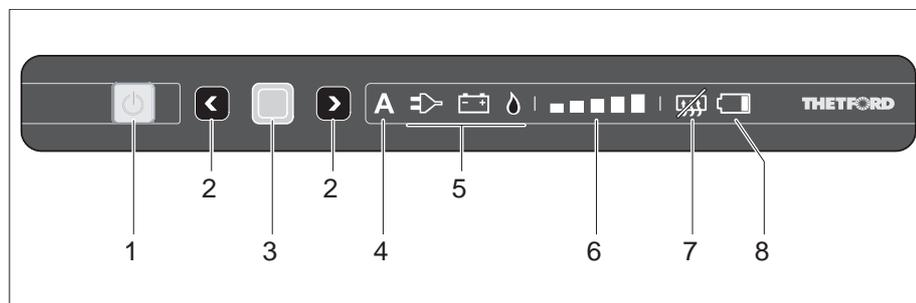

Bild 241 Bedien- und Anzeigeelemente für den Kühlschrank (Thetford ohne SES)
- Den Taster (Bild 241,1) drücken. Der Taster leuchtet grün auf. Taster erneut drücken, um die aktuellen Einstellungen anzuzeigen.
- Den Taster (Bild 241,1) drücken und halten. Alle Lampen erlöschen.
Ist der Automatikbetrieb angewählt, leuchtet im Bedienfeld die Automatikbetriebs-Anzeige (Bild 241,4) und die beste verfügbare Quelle (Bild 241,5).
- Bestätigungstaste (Bild 241,3) drücken und halten. Die Betriebsarten-Symbole (Bild 241,5) beginnen zu blinken.
- Mit den Auswahltasten (Bild 241,2) den Gasbetrieb auswählen und mit der Bestätigungstaste (Bild 241,3) Auswahl übernehmen.
- Mit den Auswahltasten (Bild 241,2) den 230-V-Betrieb auswählen und mit der Bestätigungstaste (Bild 241,3) Auswahl übernehmen.
- Mit den Auswahltasten (Bild 241,2) den 12-V-Betrieb auswählen und mit der Bestätigungstaste (Bild 241,3) Auswahl übernehmen.
- Bestätigungstaste (Bild 241,3) drücken und halten.
Die Betriebsarten-Symbole (Bild 241,5) beginnen zu blinken.
- Bestätigungstaste (Bild 241,3) erneut drücken.
Die Kühlstufenanzeige (Bild 241,6) beginnt zu blinken.
- Mit den Auswahltasten (Bild 241,2) die gewünschte Kühlstufe wählen und mit der Bestätigungstaste (Bild 241,3) Auswahl übernehmen.